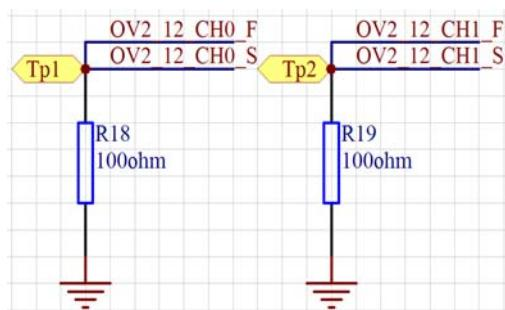
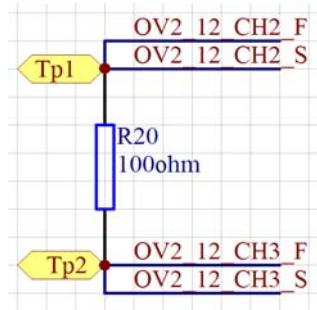

图 9.1 并测
图 9.2 差分
(1) 示例线路如下图 9.1 和 9.2:
OV2 为 OVI 的升级版本，线路图 9.1 中 R20 的两端分别接 OV2 的 2 通道与 3 通道，给定电流，测 R20 两端的压差，这是 OV2 的差分测量方法。线路图 9.2 中，R18 与 R19 的一端接地，另外一端分别接 OV2 的 0 通道和 1 通道是使用了 OV2 含有两个 ADC, 可以两路并测的能力，两路同时测，共用一个延时，可以节省测试时间。